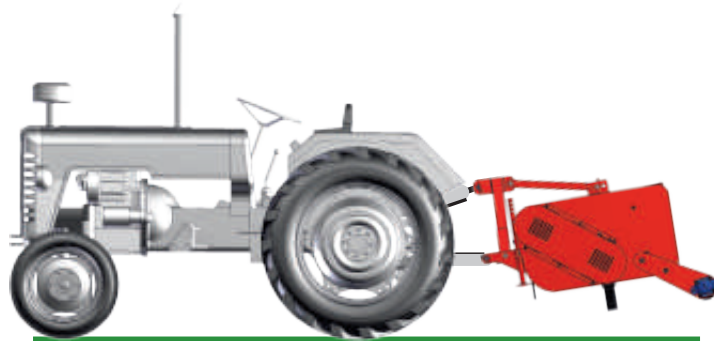

FIGURA No. 6
- Afloje los tornillos que aseguran el conjunto del rodillo de nivelación, retire los tornillos, ubique las platinas de soporte del rodillo enfrente con los orificios ubicados en las paredes laterales de la estructura, los dos orificios inferiores son los puntos de pivote del rodillo, los tres orificios superiores son los encargados de dar las diferentes posiciones del rodillo, ubique el punto deseado para dar la altura de trabajo, coloque los tornillos en los mismos puntos de ambos lados de la desbrozadora y ajústelos **(Figura No. 6)**.